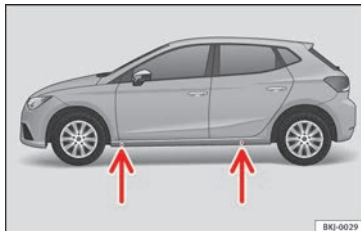

Abb. 83 Aufnahmepunkte für den Wagenheber.
• Suchen Sie am Längsträger die Markierung des Aufnahmepunktes für den Wagenheber (Eindrückung), die dem zu wechselnden Rad am nächsten liegt »» **Abb. 83.**